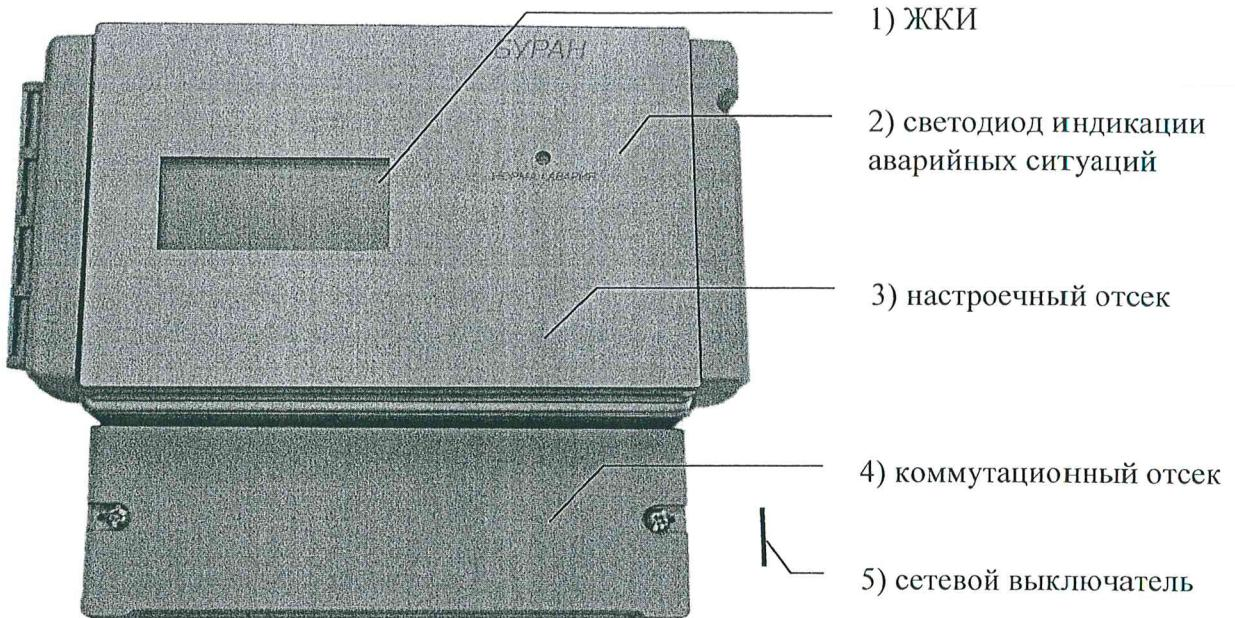
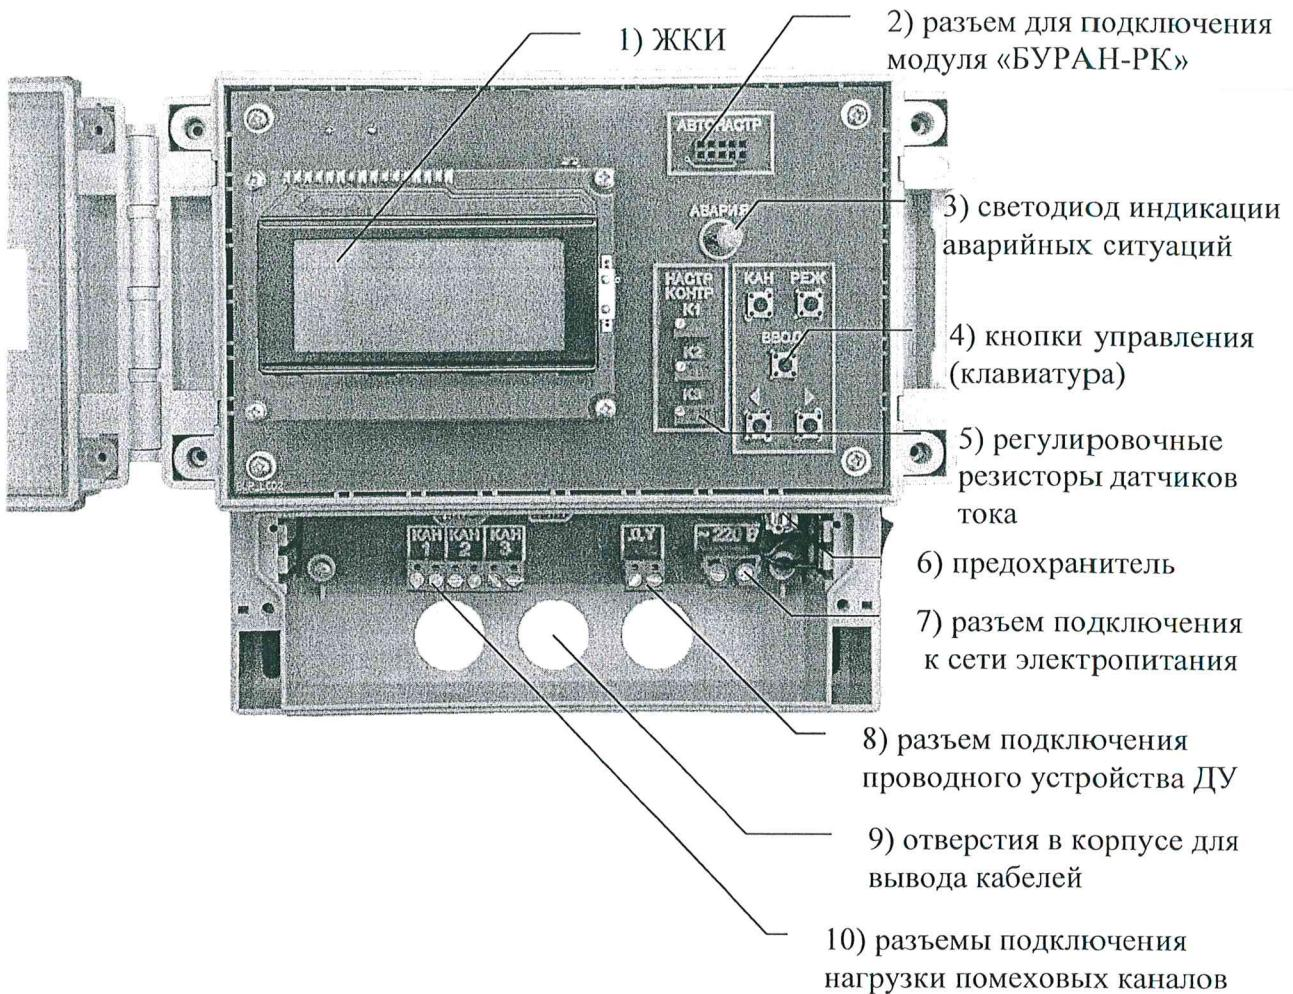

Рисунок 2 - Общий вид изделия «БУРАН»
Рисунок 3 - Общий вид и расположение органов управления и разъемов в настроечном и коммутационном отсеках изделия «БУРАН»
4.10 Конструктивно виброгенератор «БУРАН» выполнен в пластиковом корпусе, имеющем два отсека: настроочный и коммутационный. Каждый из этих отсеков закрывается крышкой. Общий вид изделия «БУРАН» приведен на рис. 2. В настроочном отсеке располагаются ЖКИ, кнопки управления (клавиатура), регулировочные резисторы датчиков тока, светодиод индикации аварийных ситуаций и разъем для подключения модуля «БУРАН-РК». При закрытой крышке в поле зрения пользователя остается только ЖКИ и светодиод индикации аварийных ситуаций. В коммутационном отсеке располагаются канальные разъемы подключения вибропреобразователей или акустических преобразователей, разъем сети электропитания и разъем проводного устройства дистанционного управления. Общий вид и расположение органов управления и разъемов в настроочном и коммутационном отсеках виброгенератора приведены на рис. 3.
7.1.3 Место размещения виброгенератора должно быть доступно для визуального контроля в интересах обеспечения возможности контроля состояния виброгенератора по показаниям органов индикации, расположенных на передней панели прибора (рис. 2).
7.2.1 Сетевой кабель подсоединяется к разъему «~220В», расположенному в правой части коммутационного отсека виброгенератора (рис. 3), выводится из корпуса через специальное отверстие и подключается к электрической сети напряжением 220 В, 50 Гц.
7.2.3 Местное включение электропитания прибора производится выключателем «СЕТЬ», расположенным на правой боковой панели (рис. 2).
7.3.3 Преобразователи подключаются к выходным разъемам помеховых каналов «КАН 1», «КАН 2» и «КАН 3» (рис. 3) в коммутационном отсеке виброгенератора. Подводящие провода выводятся из корпуса через специальное отверстие.